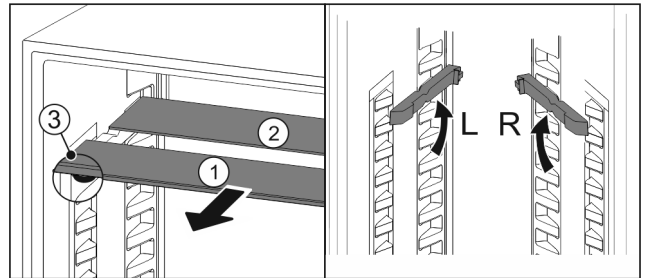

Fig. 70
- Sortir les tablettes par l'avant Fig. 70 (1).
- ▷ La tablette en verre Fig. 70 (1) avec bordure décorative est située à l'avant.
- ▷ Les butées Fig. 70 (3) sont orientées vers le bas.